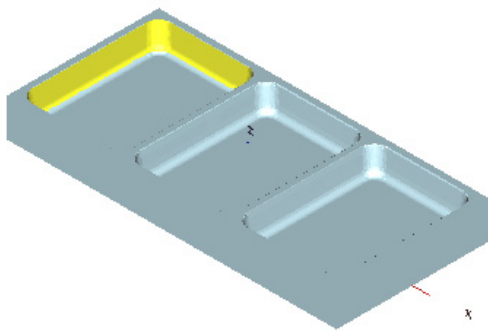

图 5-107 仿真模拟结果 (5)
6) 仿真模拟。单击“加工向导”工具栏上的“高级仿真”按钮,弹出“高级仿真”对话框,选中所创建加工,单击确定按钮;在弹出的“Cimatron's Verifier”对话框中验证加工效果,如图 5-107 所示。